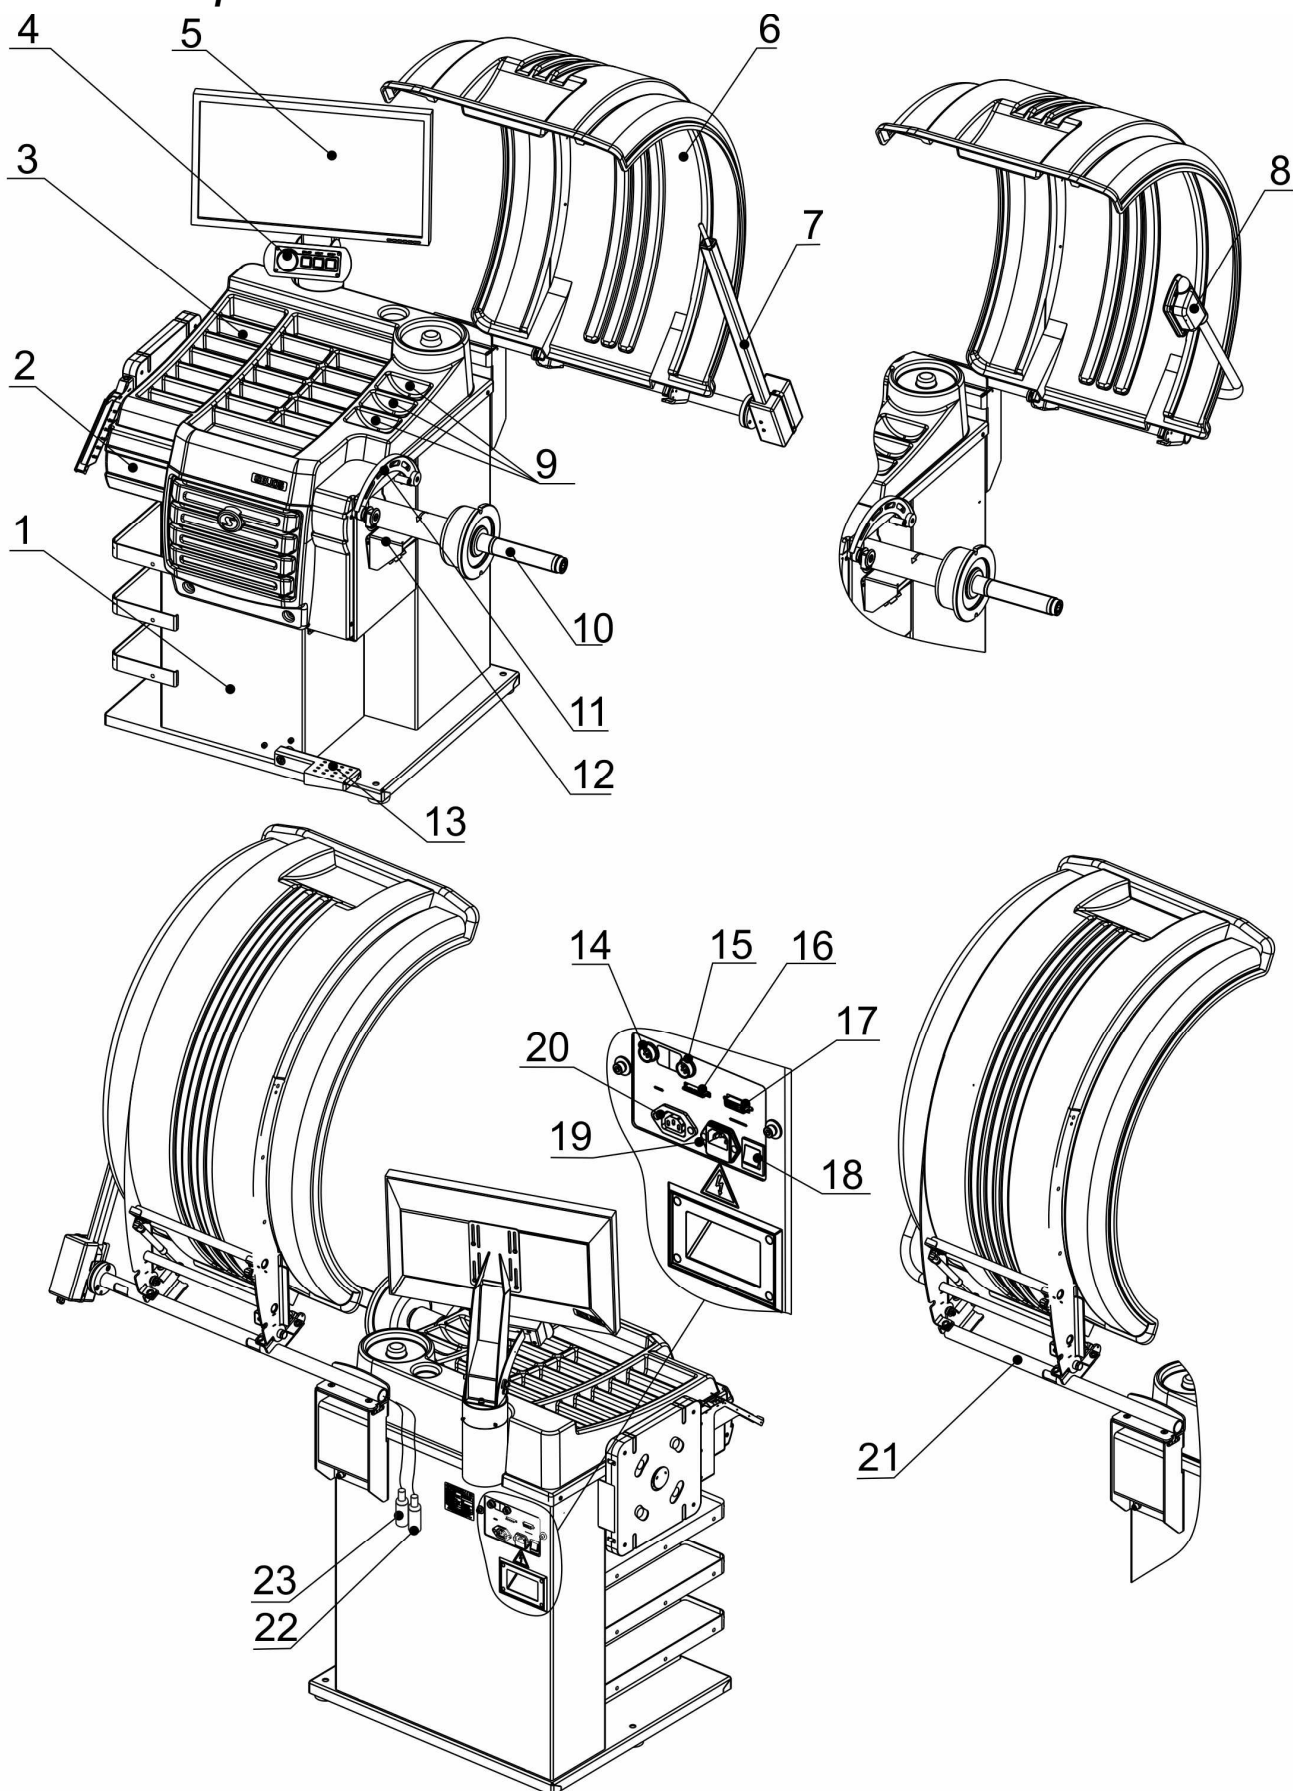

Рисунок 4.1
4.2.6 Подключить вилку второй линейки или УЗ датчика (22) к гнезду для подключения 15 (использовать соответствующую цветовую маркировку гнезда и вилки, рисунок 4.1).
- отвернуть болты (3) на 5 мм;
- вывернуть болты (4);
- установить кронштейн монитора (7);
- вкрутить болты (3), не затягивая;
- повернуть кронштейн клавиатуры (1) в верхнее положение;
- затянуть болты (3) и (4);
- прикрепить монитор (8) винтами (6);
- подсоединить DVI кабель к гнезду монитора и гнезду (17, рисунок 4.1), расположенному на корпусе станка.
4.2.9 Подключить шнур сетевой к разъему, расположенному на задней панели корпуса станка (рисунок 4.1), и к питающей сети, оборудованной розеткой с контактом заземления.